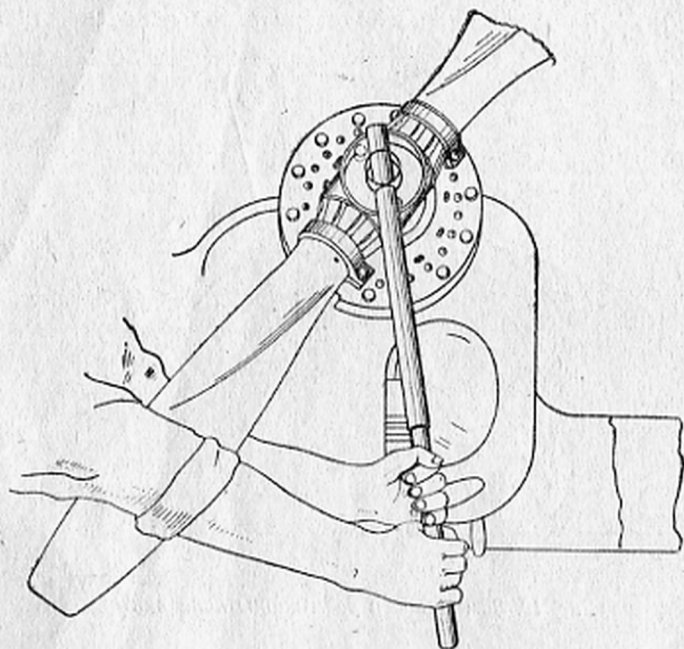

Рис. 20. Затяжка гайки крепления воздушного винта на валу двигателя.
4. Установить ключ № 2 на гайку крепления воздушного винта к двигателю и проверить затяжку гайки при помощи рычага. Момент затяжки гайки — не менее 30 кгм. При затяжке гайки винт удерживать от проворачивания руками, как показано на рис. 20, кроме этого можно подставить под лопасть стремянку
5. Установить ключ № 2 на гайку крепления воздушного винта к двигателю и с помощью рычага отвинтить гайку. При отвинчивании гайки удерживать воздушный винт от проворачивания руками, как показано на рис. 20; кроме этого можно подставить под лопасть стремянку с мягкой накладкой на расстоянии не ближе 300—350 мм от конца лопасти.